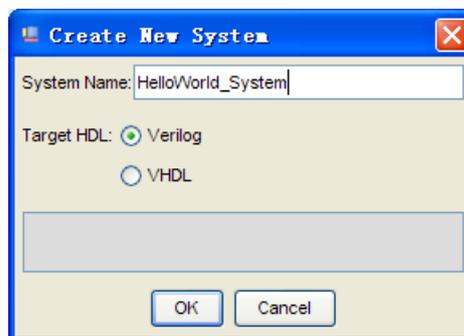

图 6-1 添加系统名称并指定语言
3. 点击 Quartus II 软件右上方图标  打开 SOPC Builder，创建一个 SOPC 系统。填写系统名称为 HelloWorld_System，并指定 Verilog 为描述系统的语言（注意：在添加系统名称时不可以与工程名相同）如图 6-1。